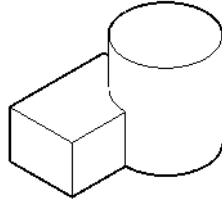

图 14-49 使用“隐藏”视觉样式
- ④ 在功能区中切换至“可视化”选项卡，从“视觉样式”面板的“视觉样式”下拉列表框中选择“隐藏（消隐）”选项，则实体模型效果如图 14-49 所示。